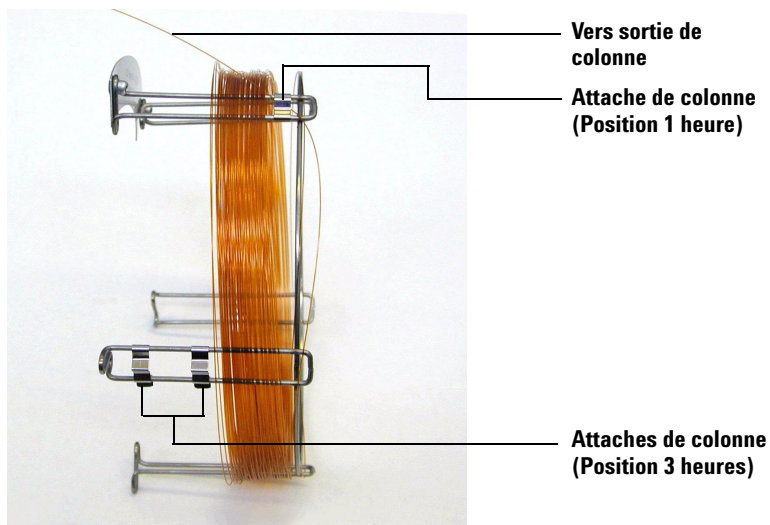

Figure 4 Colonne passée dans l'attache à 1 heure
- 4 Enfiler l'extrémité de sortie de la colonne dans l'attache à 1 heure de sorte que la colonne ait son extrémité dirigée vers l'avant de son support. Voir Figure 4.